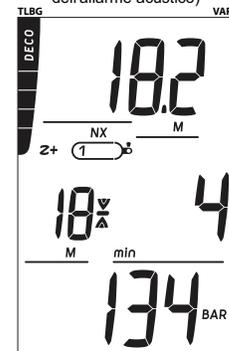

Fig. 67 - VIOLAZIONE DIFFERITA 2 PRINCIPALE (alla tappa)
- > Se la profondità torna ad essere pari o inferiore a 10 FT (3 M) rispetto alla profondità della tappa richiesta, tutta l'icona di arresto (entrambe le frecce e la barra di sosta) viene visualizzata fissa (Fig. 67).